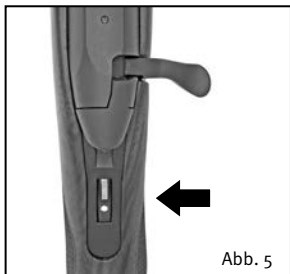

Abb. 5
### Optional Sperr-Stellung (Abb. 5)
Bei gespanntem Rückstecher die Sicherung in Sperr-Stellung (Abb. 5) drehen. Der Rückstecher wird dadurch automatisch entspannt.
2. Sicherung in die Sperrstellung drehen (Abb. 5 Graue Sperre springt heraus)
2. Beim Wiedereinführen des Verschlusses in das Gehäuse steht die Sicherung in der Sperr-Stellung (Abb. 5). Den Verschluss am Kammergriff halten und in das Gehäuse einschieben. Dabei den Verschluss so verdrehen, dass der Kammergriff in den Schlitz des Gehäuses gleiten kann.